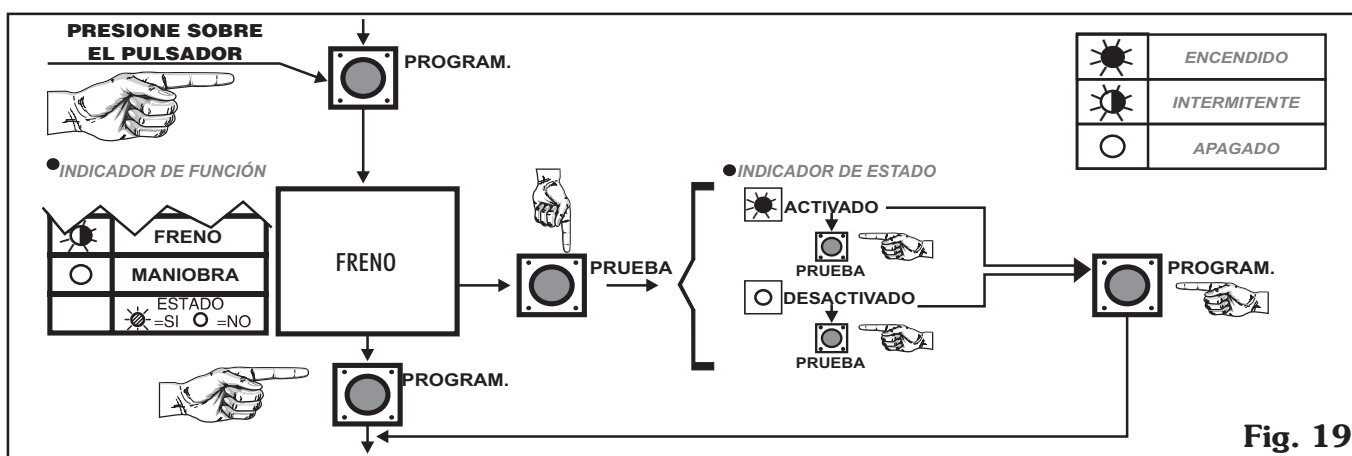

Fig. 19
3.7.1. Presione sobre la tecla **PROGRAM** hasta que el indicador de función **FRENO** se encienda intermitentemente (fig. 19).